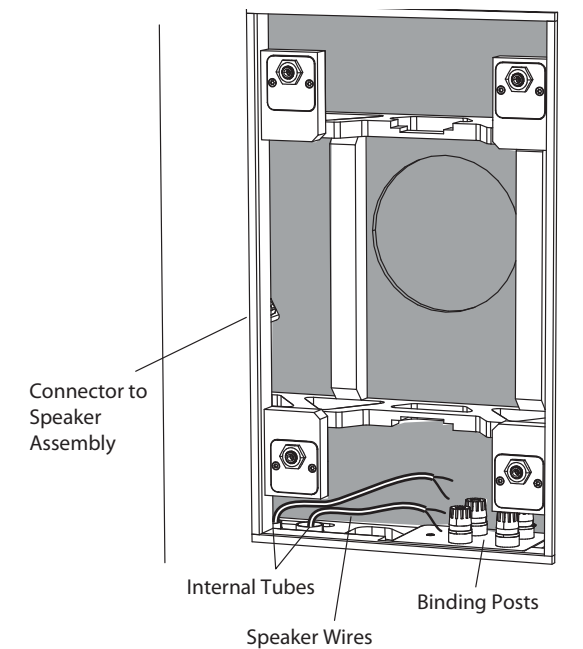

图 5. 扬声器线安装到后罐端子
4. 放大器的正极线应连接到后罐内的红色 (正极) 端子之一 (图 5)。放大器的负极线应连接到黑色 (负极) 端子之一。您可以使用其他红色和黑色端子将扬声器接线从另一个电缆密封套引出并连接到另一个扬声器。